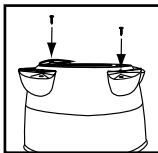

FIGURA 6
6. Asegúrese de que las bases de la rueda estén totalmente insertadas dentro del fondo del depósito y sujételas con los tornillos suministrados. **FIGURA 6**.